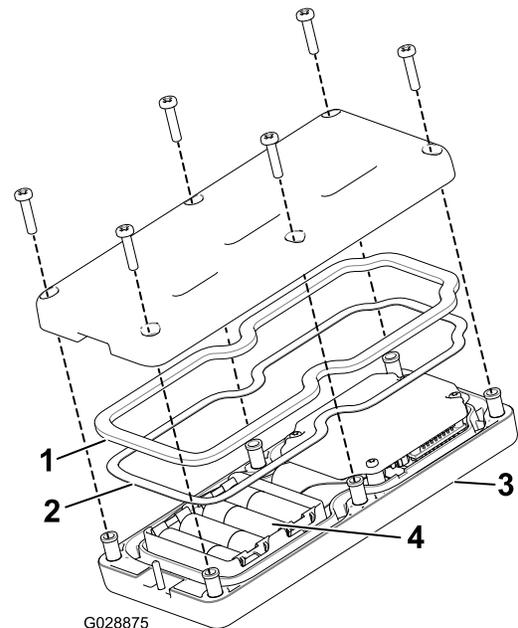

Bild 21
2. Legen Sie die Batterien in das Batteriefach ein und achten Sie auf die richtige Polarität. Das Fach hat Polaritätsmarkierungen für jeden Anschluss (Bild 21).
3. Stellen Sie sicher, dass die Stahldichtung und die Gummidichtung im Kanal in der Handfernbedienung liegen und setzen Sie die Rückabdeckung auf (Bild 21).
4. Befestigen Sie die Abdeckung mit sechs Schrauben (Bild 21) und ziehen sie bis auf 1,5-1,7 N·m an.